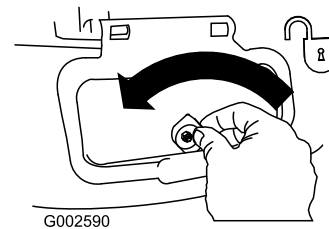

Figure 24
1. Déverrouillez le volet d'éjection latérale (Figure 24).